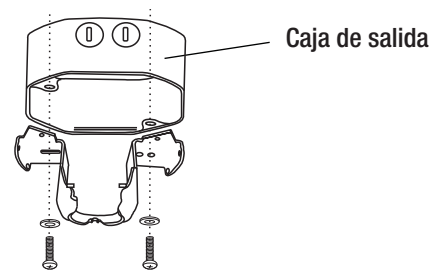

Figura 8
- Asegure el soporte de montaje (A) a la caja eléctrica del techo como se muestra en la Figura 8 utilizando dos tornillos y arandelas (no suministrados). Asegúrese de que el soporte de montaje (A) esté nivelado. Puede necesitar insertar arandelas adicionales (no suministradas) entre la caja de salida y la placa de montaje para nivelar.